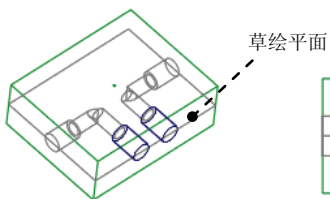

图 15.28 拉伸曲面
Step11. 创建图 15.28 所示的拉伸曲面。
(1) 单击 **分型面** 功能选项卡 **形状** 区域中的“拉伸”按钮 。此时系统弹出“拉伸”操控板。
(2) 定义草绘截面放置属性。在图形区右击，从系统弹出的菜单中选择 **定义内部草绘...** 命令；选取图 15.28 所示的坯料前表面为草绘平面，MOLD_RIGHT 基准平面为参考平面，方向为 **右**；单击 **草绘** 按钮，系统至此进入截面草绘环境。